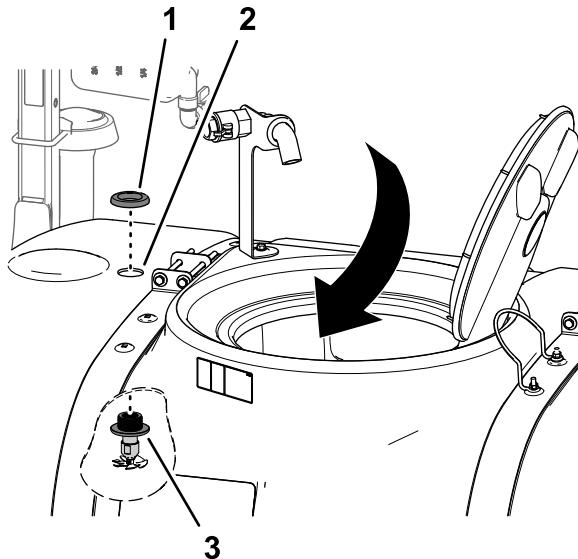

Bild 22
- Wiederholen Sie die Schritte 1 bis 2 für die anderen Spüldüsen am 4,5 cm großen Loch vorne (Bild 22).